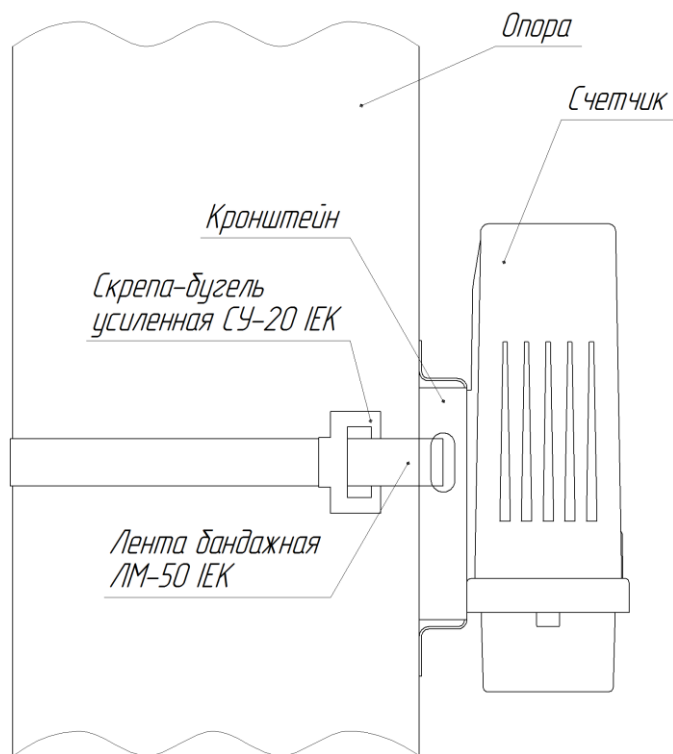

Рисунок 3 – Установка счётчика на опору
5) Предусмотреть запас проводов СИП (вход/выход на счетчике) длиной (100 – 150) мм для дальнейшего обслуживания счетчика (протяжка винтов и т.д.). Обязательно зафиксировать провода СИП атмосферостойким хомутом перед счетчиком вдоль опоры ВЛ-0,4 кВ (рисунок 3).
6) Провода СИП подключить к линии ВЛ-0,4 кВ с помощью прокалывающих зажимов (проколов). Скрутка проводов строго запрещена! Обязательно место контакта зачистить от пыли, пленок, окислов и смазать токопроводящей кварце-вазелиновой пастой (например, ПКВ). Обязательно зафиксировать провод СИП атмосферостойким хомутом, например, ИЕК ХС-180 (УНН21-D6-180-100), перед зажимом вдоль линии ВЛ-0,4 кВ (рисунок 3).